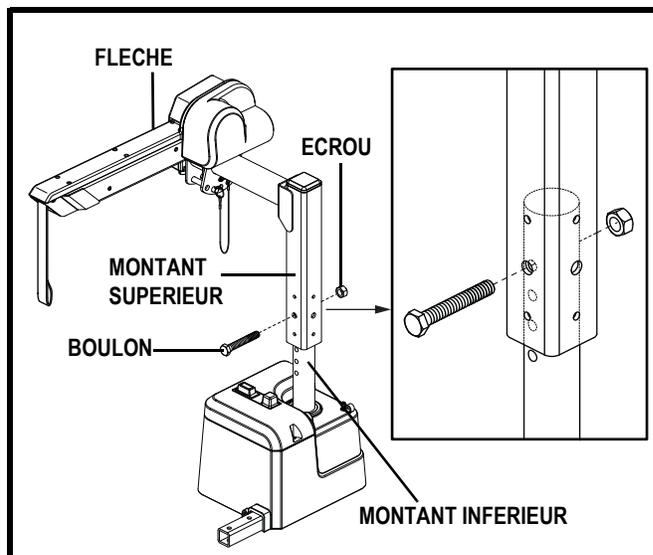

Figure 1. Réglage du montant supérieur
Voir la figure 1.
1. Retirez l'écrou et le boulon du montant supérieur. **Voir la figure 1.**